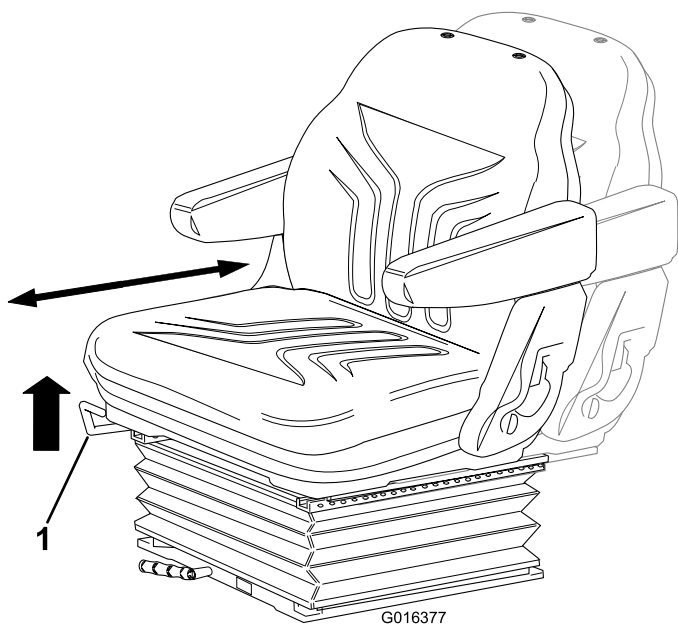

Figura 22
- **Ajuste hacia adelante/atrás:** Mueva la palanca hacia arriba para ajustar el movimiento hacia adelante y hacia atrás del asiento. Suelte la palanca para bloquear la posición el asiento (Figura 22).